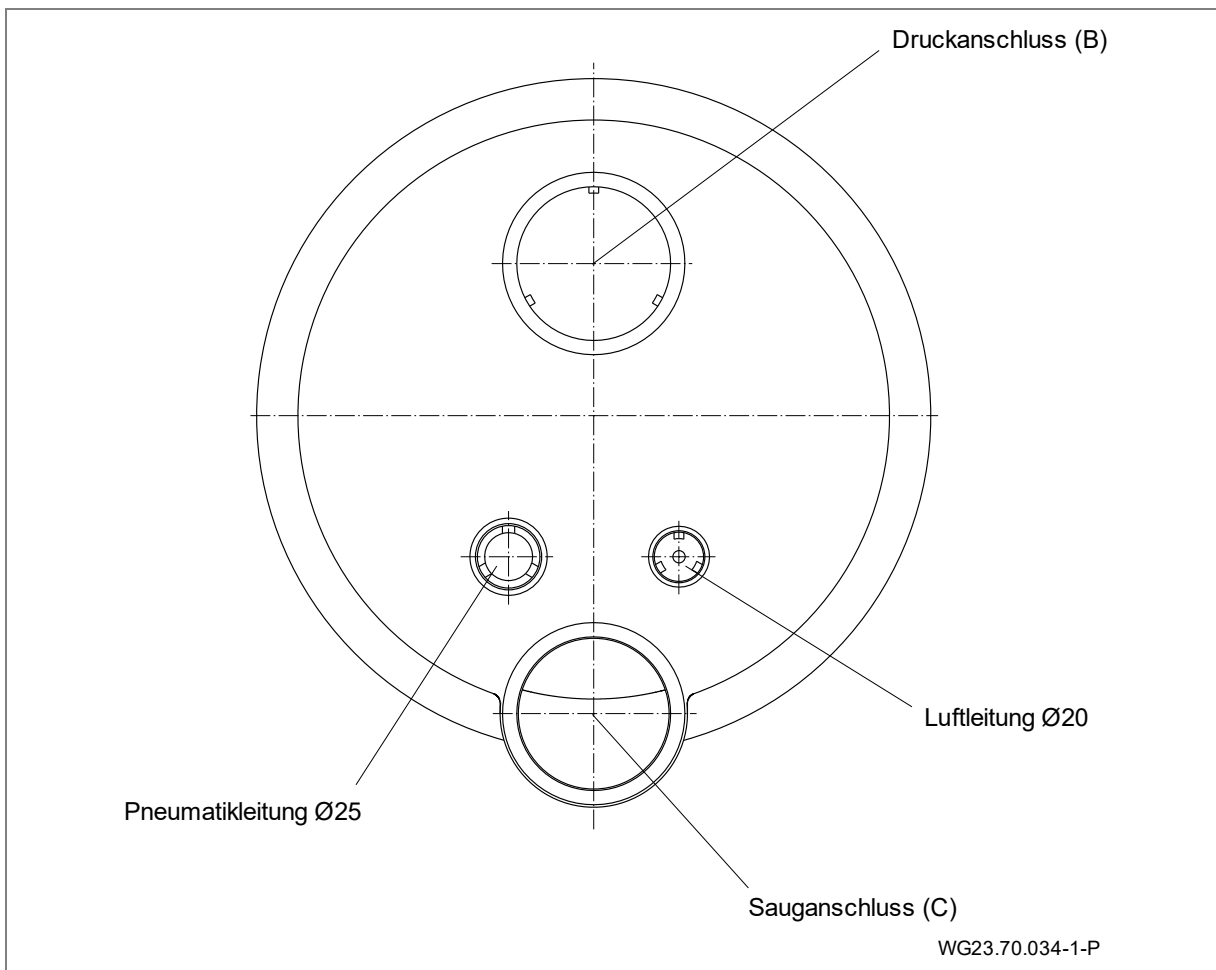
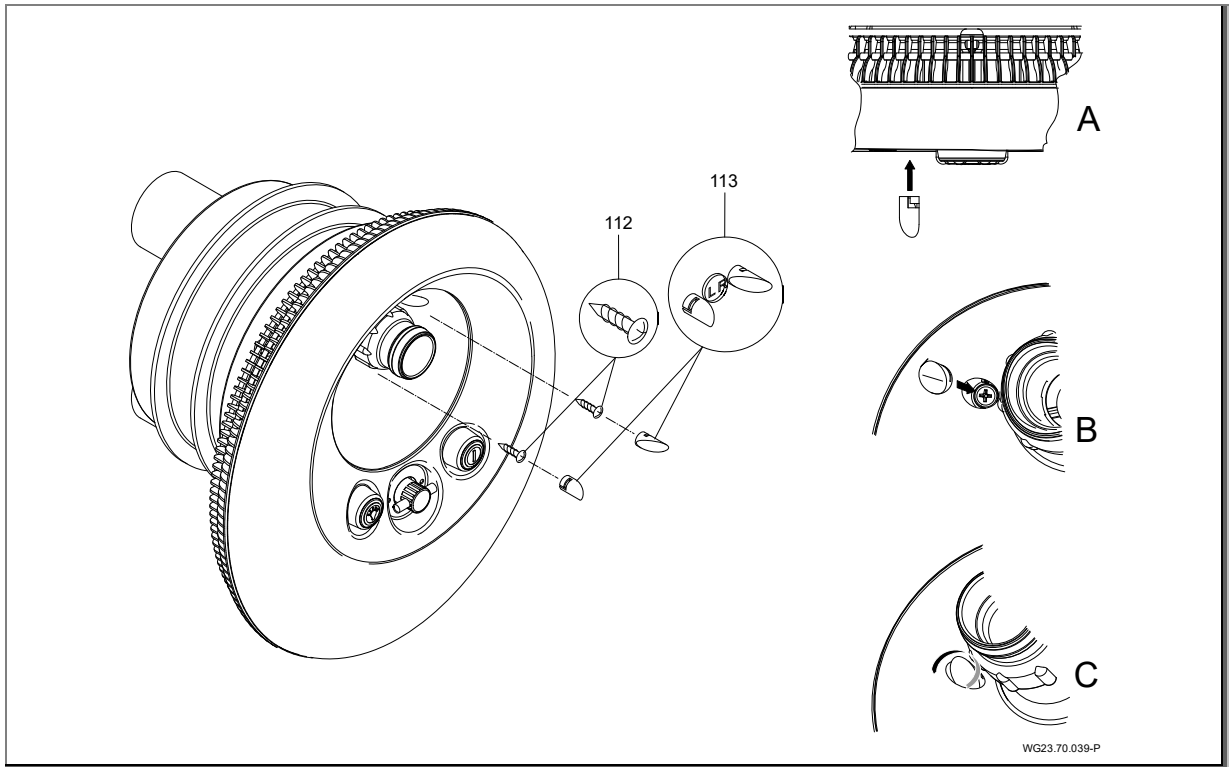

Abb. 16
Abb. 21
1. Einkleben des Kabelschutzschlauches und des Luftleitungsschlauches. (Abb. 16)
10. Die Zierkappen wie in Abb. 16 A–C in der Lichtabdeckung (110) befestigen. Richtige Zierkappen für links (L) und rechts (R) verwenden. (Abb. 21)
1. Kabelverschraubung (20) lösen.
4. Abdeckung (113) entriegeln. Siehe "Abb. 21" auf Seite 27.
5. Schraube (112) lösen und Lichtabdeckung (110) entfernen.
6. Schrauben (49) lösen und Edelstahlblende (93) entfernen.
7. Schrauben (95) lösen und Ansauggehäuse (107) entfernen.
8. Schrauben (52) lösen, Spannring (28) und Spannringdichtung (27) abnehmen.